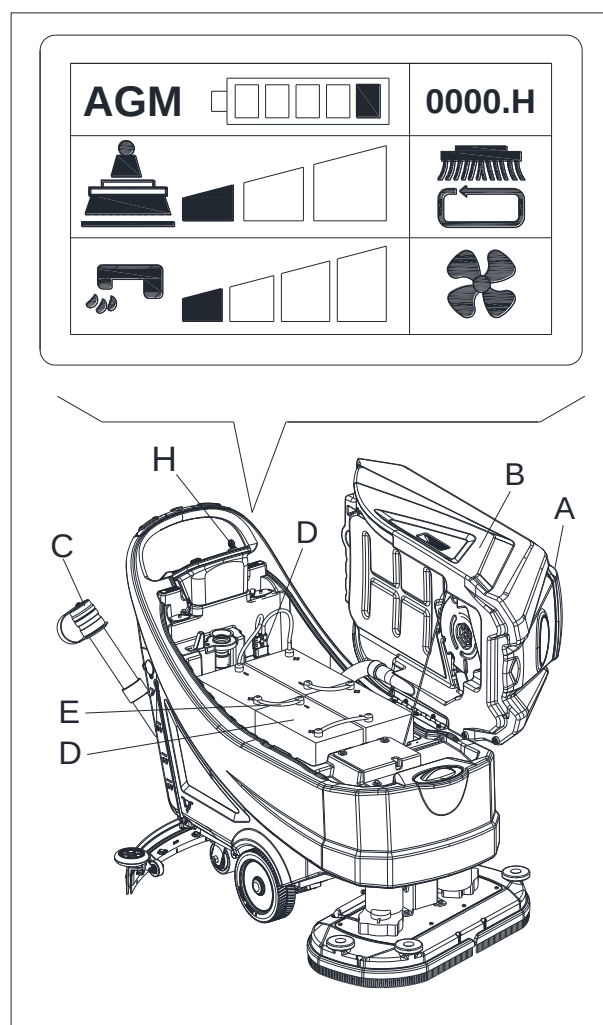

Figura 20
1. Abra la tapa (A, Figura 20) y controle que el depósito de recuperación del agua (B) esté vacío, de lo contrario vacíelo mediante el tubo de descarga (C).
3. Coloque la llave de encendido (H) en la posición "0".
4. Levante con cuidado el depósito (B).